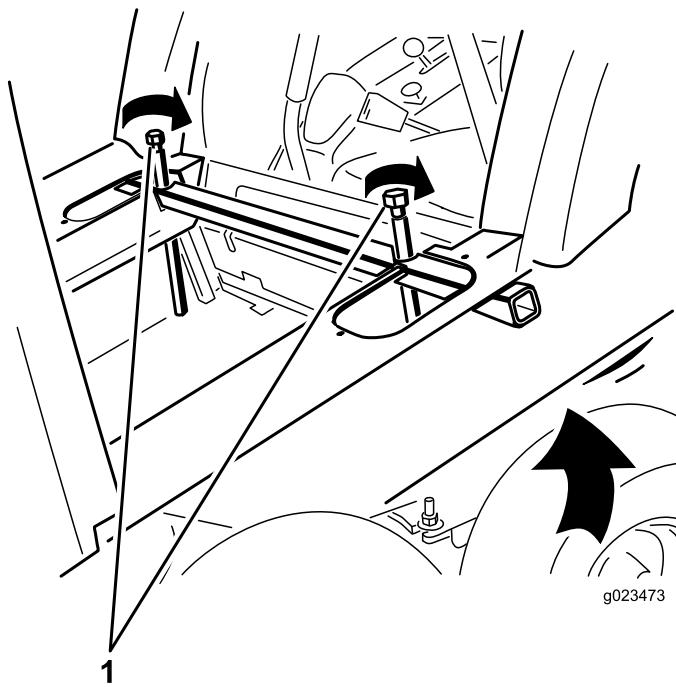

Figura 18
**Nota:** Si la parte trasera de la cabina está demasiado baja para pasar por los mandos de control, apriete uniformemente los pernos de elevación de cada lado del tubo de elevación de la cabina para elevar la parte trasera de la cabina (Figura 18).